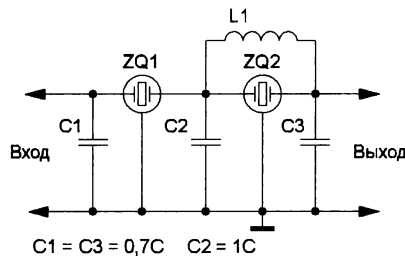
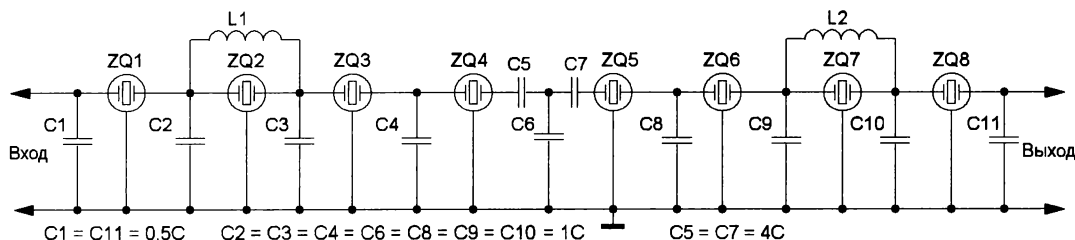

Рис. 3.1
Рис. 3.5
Были собраны макеты фильтров на двух, трёх, четырёх, шести и восьми резонаторах в соответствии со схемами, показанными на **рис. 3.1—рис. 3.5** соответственно. Им были даны условные названия по числу резонаторов: QF2, QF3, QF4, QF6 и QF8.
На практике при расчёте лестничных фильтров используют понятие "номинальная ёмкость" (в схемах на **рис. 3.1—рис. 3.5** это — C), которую рассчитывают по определённым формулам, в которые входят импеданс (Z), частота (F), ёмкость конденсаторов (C) и подобранный корректирующий коэффициент (k). Такие формулы имеют обобщённый вид $C = k/(Z \cdot F)$, и с достаточной точностью для фильтров на частоту 30...70 МГц и импедансом 50...240 Ом можно использовать формулу $C = 220000/(Z \cdot F)$, где C — в пикофарадах; Z — в омах; F — в мегагерцах. В схемах на основе этой номинальной ёмкости всем конденсаторам придадут свой множитель (обычно 0,3...10), как это сделано в указанных схемах. Это удобно тем, что в схеме можно указать распределение ёмкостей конденсаторов для получения некоторого типа АЧХ и легко пересчитать варианты. На частотах до 10...20 МГц эта формула проверена и "работает" отлично, поскольку погрешность резонаторов на порядок